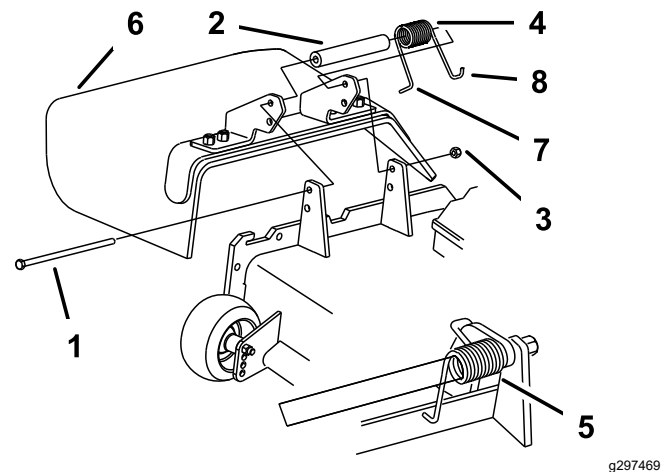

Bild 30
2. Entfernen Sie die Sicherungsmutter, Schraube, Feder und das Distanzstück, mit denen das Ablenkblech an den Drehhalterungen befestigt ist (Bild 30). Entfernen Sie defekte oder abgenutzte Ablenkbleche.
Hinweis: Stellen Sie sicher, dass sich das L-Ende der Feder hinter der Mähwerkkante befindet, bevor Sie die Schraube einsetzen, wie in Bild 30 dargestellt.
4. Setzen Sie die Schraube und Mutter ein. Führen Sie das J-förmige Hakenende der Feder um das Ablenkblech (Bild 30).